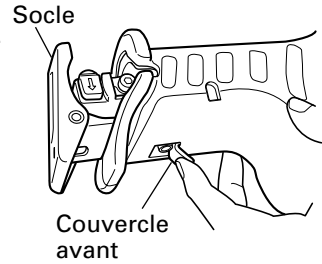

Fig. 12
- (1) Soulever le couvercle avant comme indiqué sur la Fig.12.